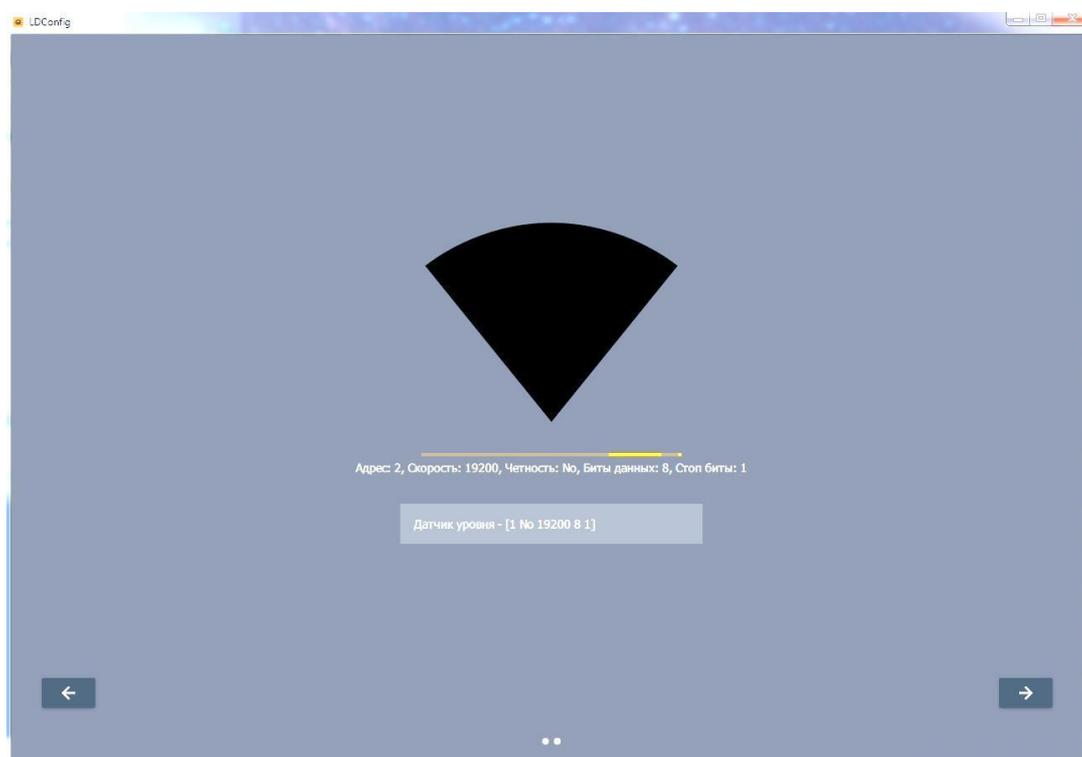

Рисунок 7
- для продолжения работы нажмите на нужное устройство, а затем на кнопку ПРОДОЛЖИТЬ «→» (Рис. 7). Configurator выполнит подключение к устройству.